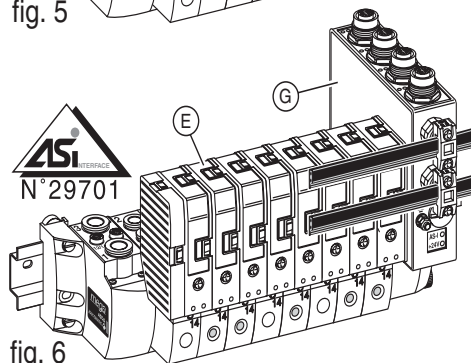

fig. 6
■ PROTOCOLO AS-Interface (fig. 6)